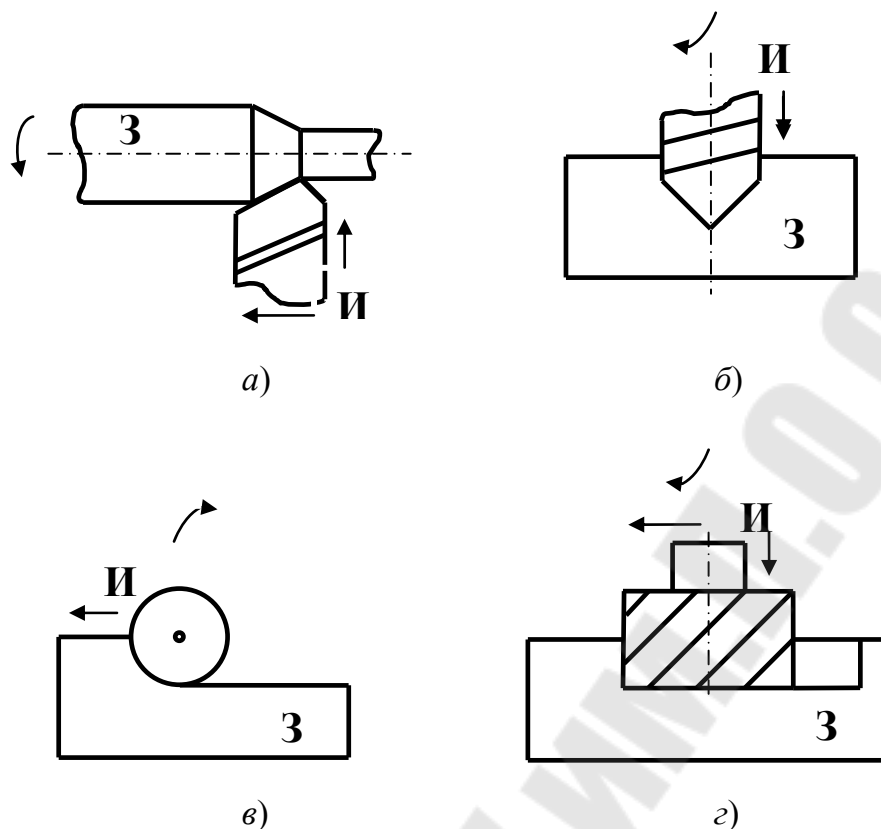

Рис. 11.1. Схемы основных видов механической обработки металлов:
*Механическая обработка* – обработка металлов резанием (обработка со снятием стружки). Цель механической обработки – получение необходимой формы, размеров детали и чистоты поверхности (шероховатости). Оборудование – металлорежущие станки (МРС). Описание основных видов механической обработки представлено в табл. 11.1 и на рис. 11.1.